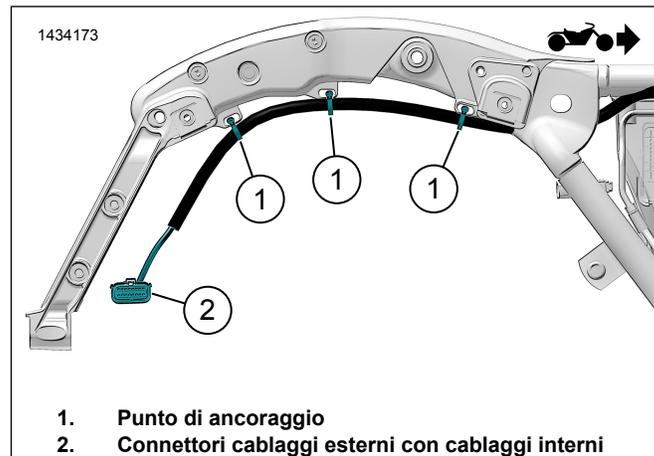

Figura 17. Disposizione cablaggio esterno (tipica)
- a. Vedere la figura 17. Utilizzando le fascette fermacavi, installare il cablaggio ai punti di ancoraggio senza serrarli (1). Non stringere le fascette.
- d. Collegare il cavo negativo della batteria (2).
- e. Collegare il filo positivo della batteria (4).
- f. Installare il fusibile (4) nel portafusibili (3).
- g. Fissare saldamente il portafusibili (3) con una fascetta fermacavi.
- h. Disporre i connettori (1) verso l'area del coperchio di sinistra e i connettori (5, 6) verso il coperchio di destra.
2. Vedere la figura 17. Collegare il cablaggio esterno della borsa al cablaggio interno (2) alla borsa.